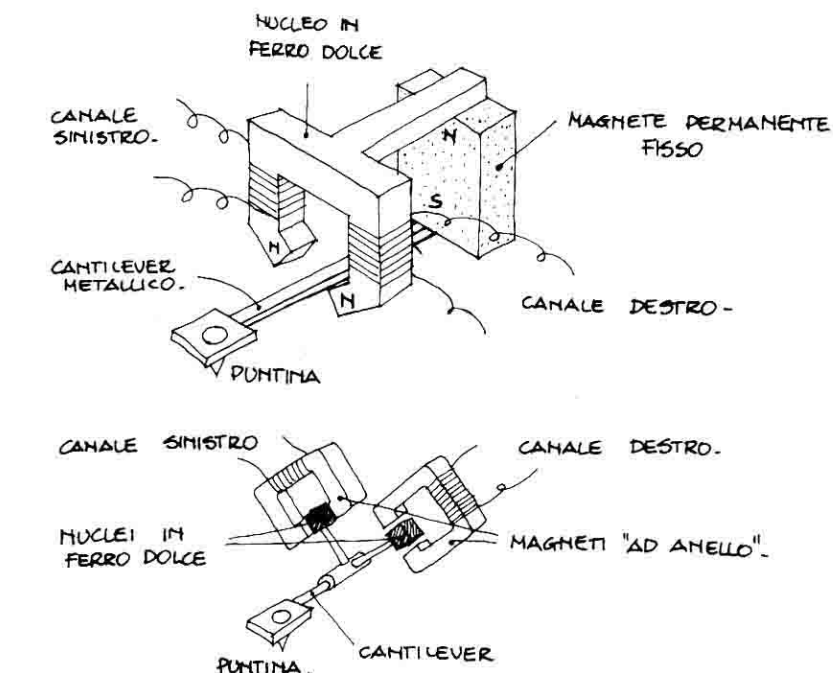

Fig. 16 - Costituzione del pick-up «a riluttanza variabile».
6) **Pick-up «a riluttanza variabile»** (fig. 16). È stato il primo a venire impiegato nel campo della riproduzione sonora ad alta fedeltà. È costituito da uno o due magneti «ad anello», sui quali sono avvolte le due bobine captatrici del segnale «L» (sinistro) ed «R» (destro). All'asta della puntina sono fissati uno o due nuclei di ferro dolce, magnetizzati per induzione dai magneti «ad anello». Il ferro dell'asta della puntina, o direttamente i nuclei in ferro dolce, aiutano il passaggio del flusso magnetico dal polo «N» al polo «S» dei magneti permanenti, mentre l'aria vi si oppone.